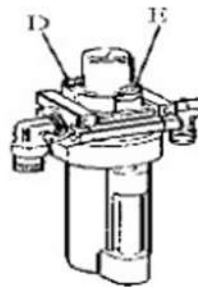

Fig 9
A seguinte manutenção deve ser feita pelo menos uma vez por mês: Verifique o nível de óleo no Gerador de Névoa de Óleo, preencha com óleo SAE30 # se necessário. Desparafuse com chave sextavada (E). Com base na conexão do ar comprimido, primeiro pise nas garras para abrir e fechar o pedal ou pedal de rotação da base giratória 5 a 6 vezes e, em seguida, verifique se o óleo no Gerador de Névoa de Óleo cai uma gota de óleo. Para operação contínua, pise duas vezes de cada vez, deixe cair uma gota de óleo, caso contrário ajuste o parafuso (D) que controla a entrada do óleo com a chave de fenda negativa. (Fig. 9).